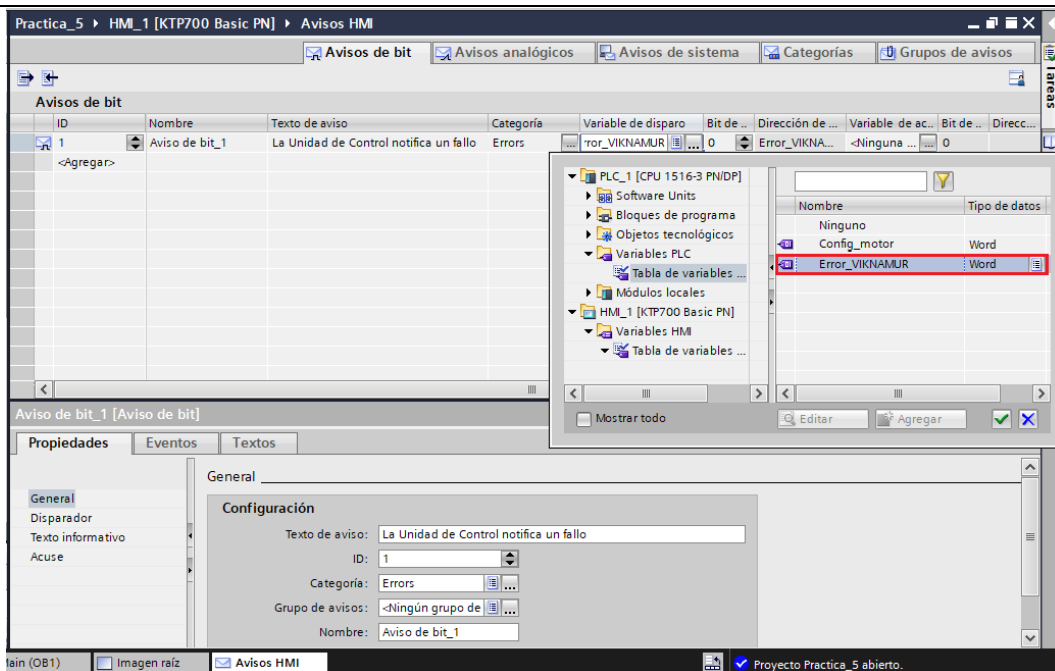

Figura 50. Configuración de avisos.
- En “Variable de disparo” seleccionar la variable del PLC_1 “**Error_VIKNAMUR**” (ver Figura 50).